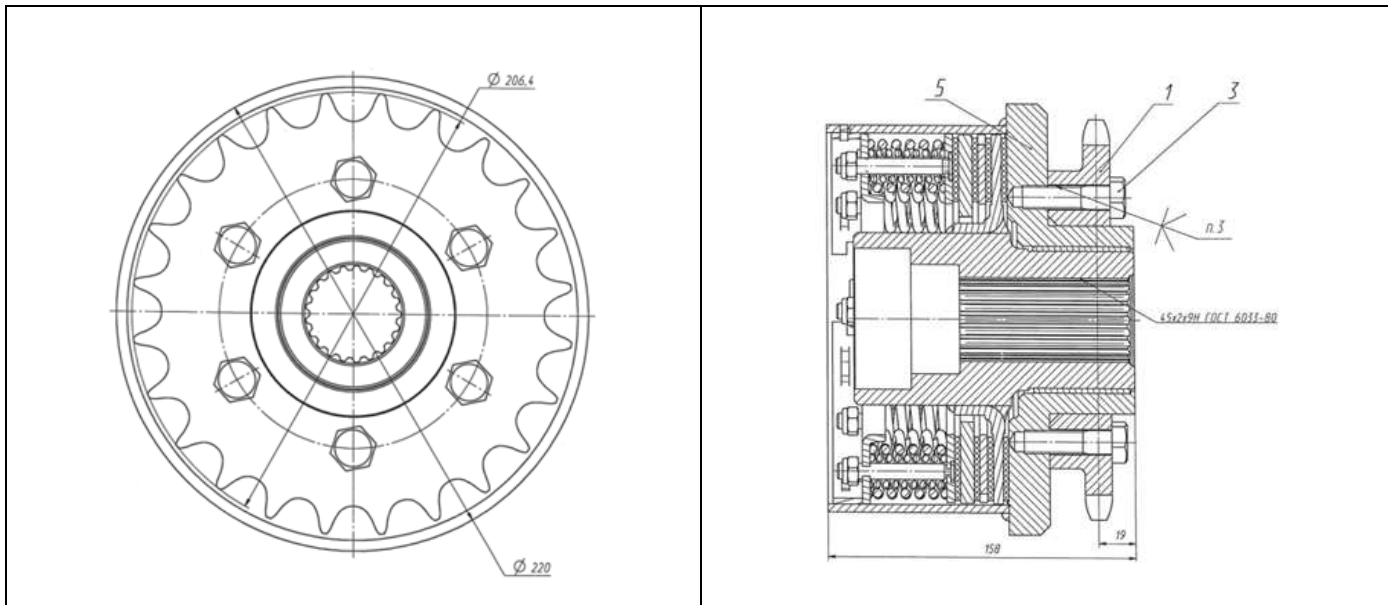

Рисунок 6.12
6.2.6.2 Если на подборщике установлена предохранительная фрикционная муфта с блоком пружин (рисунок 6.12), то требуемую величину момента устанавливают изменяя положение стопорного кольца (рисунок 6.13). Предварительно, для ослабления